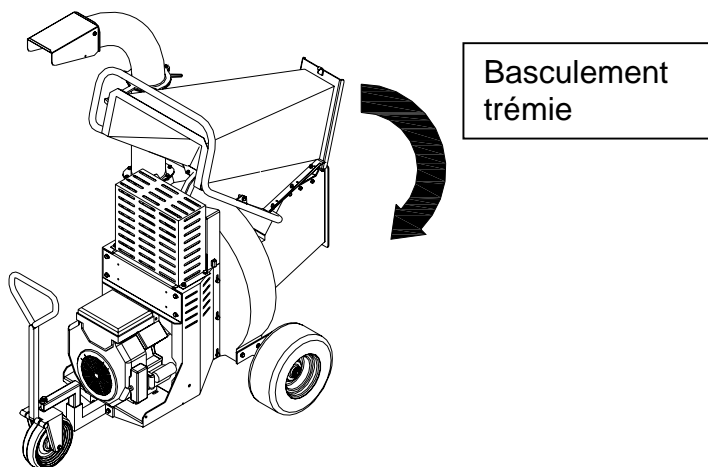

Fig. 4
- tourner la trémie basculante dans la position de travail et l'accrocher à la caisse du rouleau alimentateur par le crochet prévu à cet effet (Fig. 4 – 5).